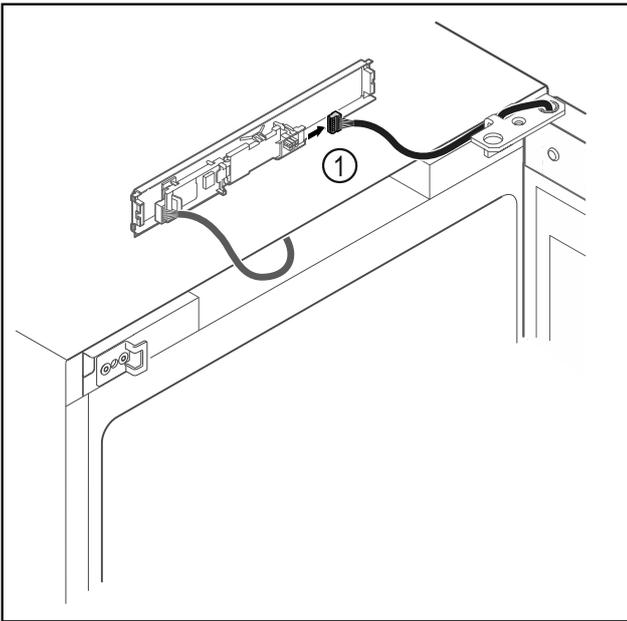

Fig. 19
- Desenchufar el conector Fig. 19 (1) de la platina.